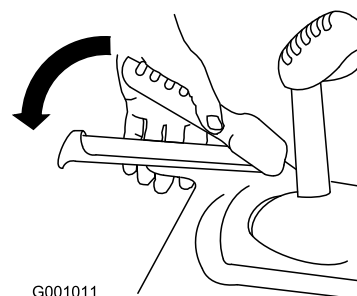

Рисунок 19
- Прижмите левый рычаг (тяги) к рукоятке (Рисунок 19).
6. Прижмите левый рычаг (тяги) к рукоятке (Рисунок 19).